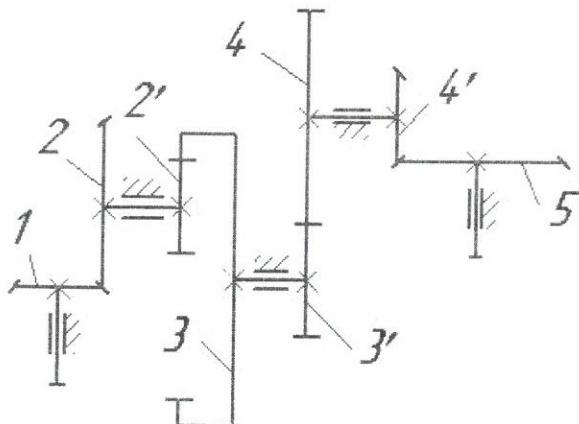

Рис.1
- Вычертить структурную схему первой ступени передаточного механизма (см. рис.1) и указать на ней рассчитанные в задаче 1 параметры: U_{12} ; Z_1 ; Z_2 ; n_1 ; n_2 ; T_1 ; T_2 .